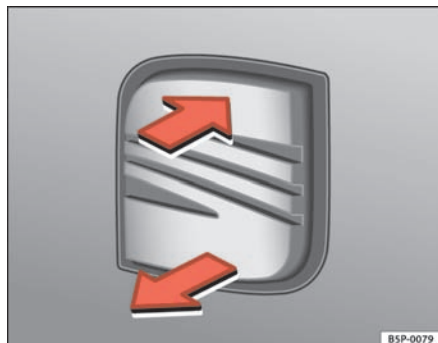

Fig. 66 Portón trasero: apertura desde fuera
- Tire de la maneta y levante el portón ⇒ fig. 66. El portón se abre automáticamente.